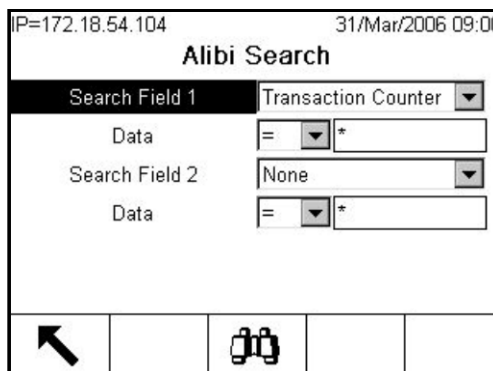

Figura C-1: Schermata Alibi Search (Ricerca alibi)
4. Viene visualizzata la schermata di ricerca Alibi (Figura C-1).